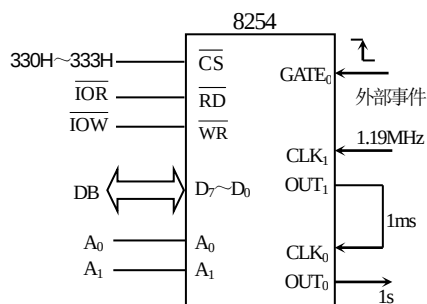

图 5.1 8254 连接示意图
**解：**这时 8254 应采用方式 1 工作，假定用通道 0 实现，方法如图 5.1 所示。利用外部事件发生时产生的正跳变信号作方式 1 计数的触发信号，当事件发生时，定时开始，计数结束向主机申请中断。